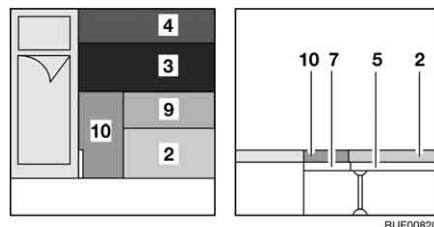

Bild 90 Nach dem Umbau
- Das Sitzpolster (Bild 90,3) in die Mitte legen.
- Das Rückenpolster (Bild 90,4) zwischen das Sitzpolster (Bild 90,3) und die Wand legen.
- Das Sitzpolster (Bild 90,2) an die Wand legen.
- Das Zusatzpolster (Bild 90,9) zwischen die Sitzpolster legen.
- Das Zusatzpolster (Bild 90,10) neben das Bett legen.